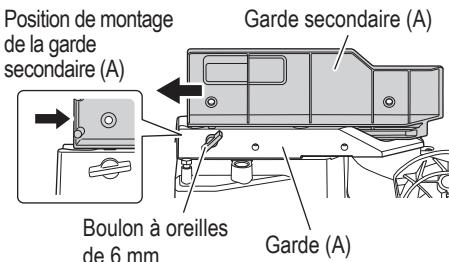

Fig. 19
**4. Vérification de l'utilisation de la garde secondaire (A)**
Lors d'une coupe d'angle en biseau droit, desserrer la vis papillon de 6 mm, puis faites glisser la garde secondaire (A) vers l'extérieur et retirez-la, comme le montre la Fig. 19. Le non-respect de cette consigne pourrait entraîner le corps principal ou la lame de la scie d'entrer en contact avec la garde secondaire (A) et causer des dommages.
Dans le cas d'une coupe à angle direct et d'une coupe en biseau à gauche, faire glisser vers l'intérieur jusqu'à la position où la garde secondaire (A) touche et la fixer avec une vis papillon de 6 mm. (Comme illustré sur la Fig. 19)